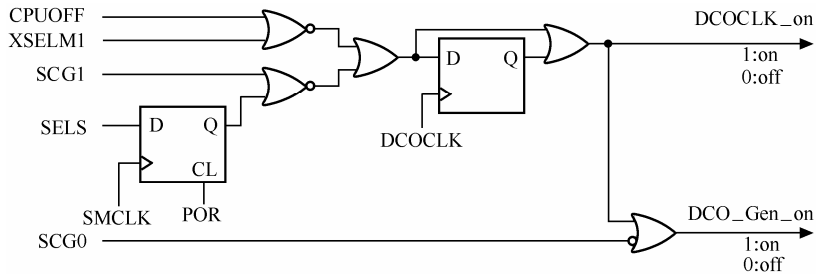

图 1-6 DCO 振荡器逻辑控制
(1) DCO 数控 RC 振荡器，位于芯片内部。不用时可以关闭。图 1-6 为 DCO 振荡器的逻辑控制图。